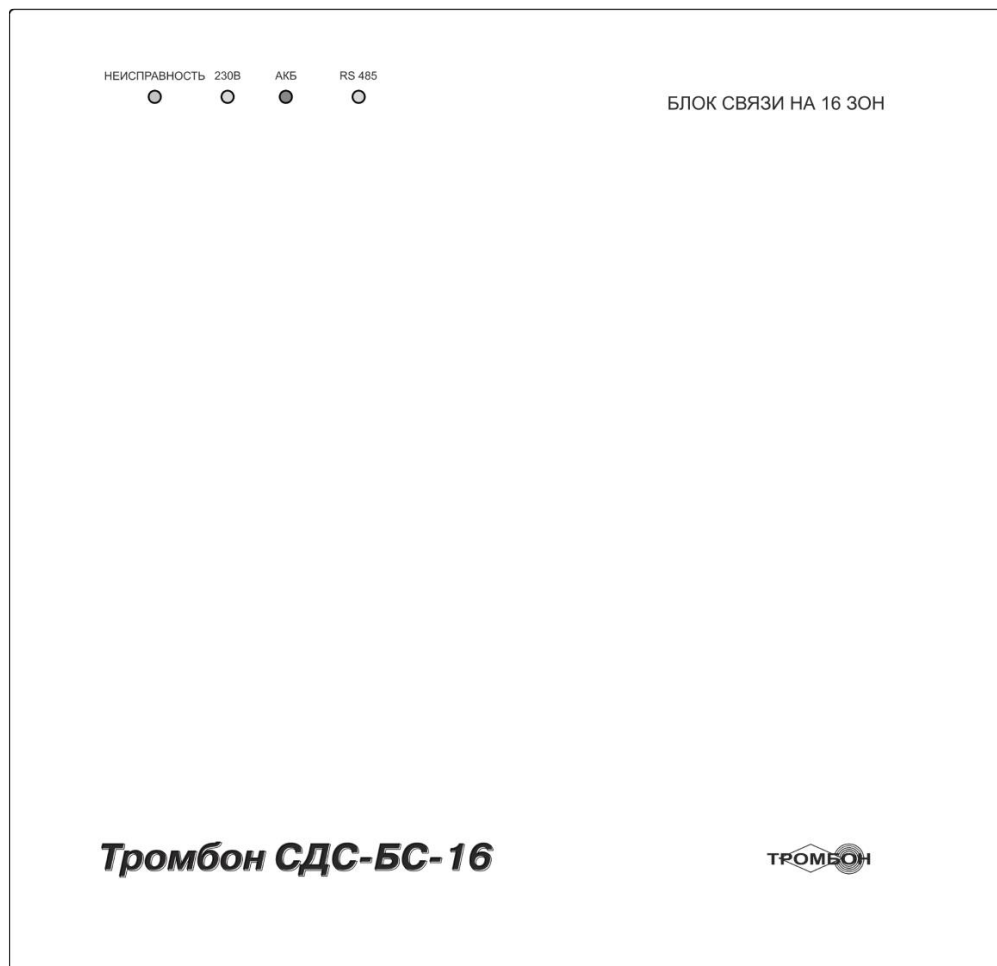

Рис. 1.3
4.1. Конструктивно БС выполнен в корпусе, предназначенном для навесного настенного монтажа. Блок закрыт единой лицевой панелью, на которую выведена только световая индикация для отображения режимов работы БС (рис. 1.3). Снимать лицевую панель и проводить работы внутри БС может только технический персонал, имеющий соответствующие допуски.